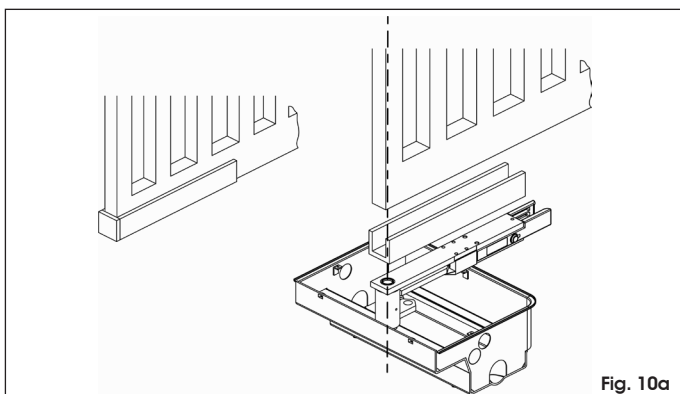

Fig. 10a
- determinare la posizione dell'anta sul profilato ad U facendo riferimento all'asse di rotazione (Fig. 10a o 10b) e chiudere il profilato ad U, dal lato pilastro, utilizzando una piastra come da Fig. 10a o 10b.